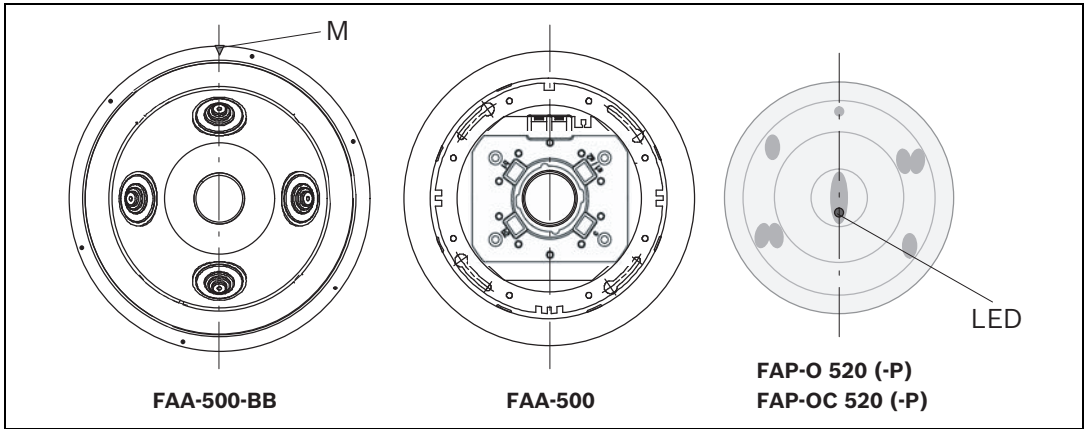

Figure 3.3 Alignement du boîtier arrière pour montage au plafond, du socle et du détecteur
- Un repère triangulaire (voir *Figure 3.3*, marqueur **M**) est estampé sur le bord extérieur du boîtier arrière pour montage au plafond. Tournez les boîtiers arrière pour montage au plafond jusqu'à ce que tous les repères soient alignés. Ainsi, les longues fenêtres centrales des détecteurs apparaîtront ultérieurement alignées pour conférer un effet visuel global harmonieux.